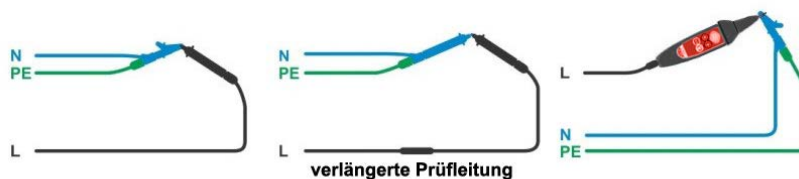

Abbildung 4.22: Kurzgeschlossene Prüfleitungen
- › Schließen Sie die Prüfleitungen am Prüfgerät an und schließen Sie die Prüfleitungen miteinander kurz, siehe **Abbildung 4.22**.